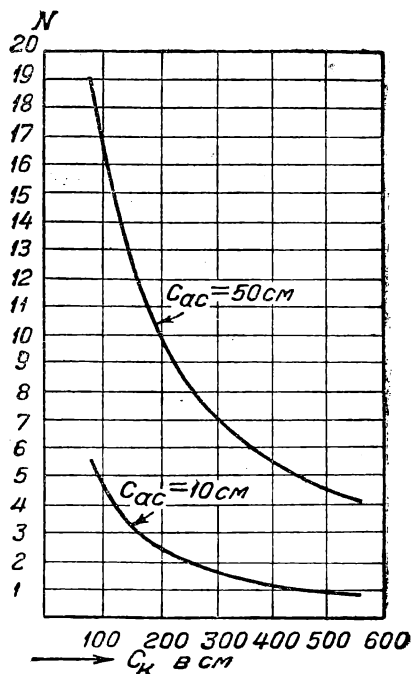

Рис. 4
На рис. 4 показаны кривые изменения величины N в зависимости от емкости C_k , т. е. от настройки. Эти кривые иллюстрируют резкое спадание величины коэффициента усиления с увеличением емкости C_k , т. е. с удлинением волны, причем надо отметить, что эта зависимость N от настройки будет одинакова на всех диапазонах, поскольку в формулу (3) частота непосредственно не входит.